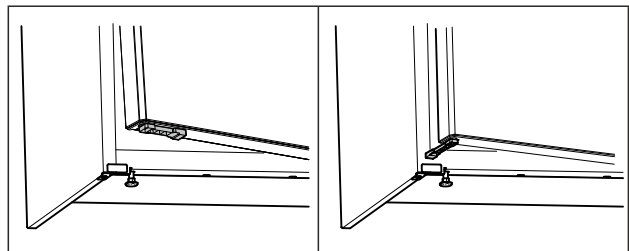

Fig. 68 *
- ▶ Drej døråbningsbegrænseren 90°. (se Fig. 68) *